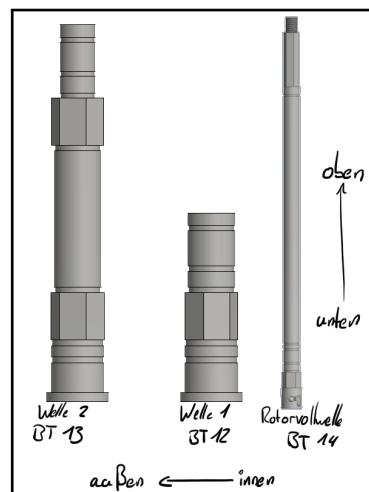

Abbildung 1: Die Wellen - nicht im gleichen Maßstab!
Der Zusammenbau des Helikopters erfolgt in mehreren Phasen, und muss in der vorgegebenen Reihenfolge durchgeführt werden, um die Konstruktion aller Bauteile (BT) zu ermöglichen. In manchen Darstellungen fehlen Bauteile, die im Text erwähnt sind. Hier gilt immer: Dem Text ist zu folgen! Begonnen wird mit dem Motor und dem Getriebe. Die Montage der Bauteilen auf den drei Getriebevollwellen (zwei kurze, eine lange mit Rotoranschluss, respektiv BT 12, 13, 14) erfolgt von "unten" nach "oben" - siehe Abbildung 1 für die Orientierung der jeweiligen Wellen.